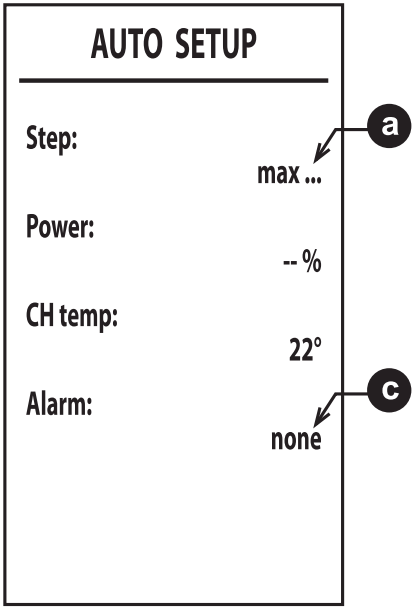

Рис. 40
6. После розжига горелка устанавливается на различные мощности (max, med, min – макс., средн., мин.), показываемые в точке **a** (рис. 40).
8. Если последовательность розжига, описанная в пункте «6», не дала положительных результатов, появляется сообщение **max_err** в точке **a** и код ошибки в точке **c** (рис. 40).